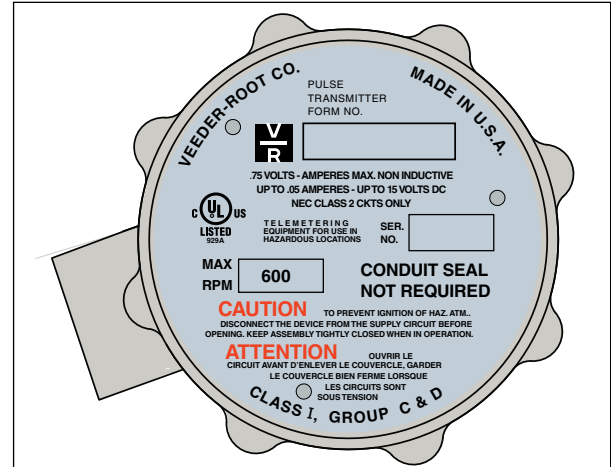

Figura 1. Transmisor de impulsos de la serie 7671
Estas instrucciones son para la instalación del transmisor de impulsos de estado sólido de la serie 7671 (consulte Figura 1) diseñado y fabricado por Veeder-root Company, 2709 Route 764, Duncansville, PA 16635, (814) 695-4476.